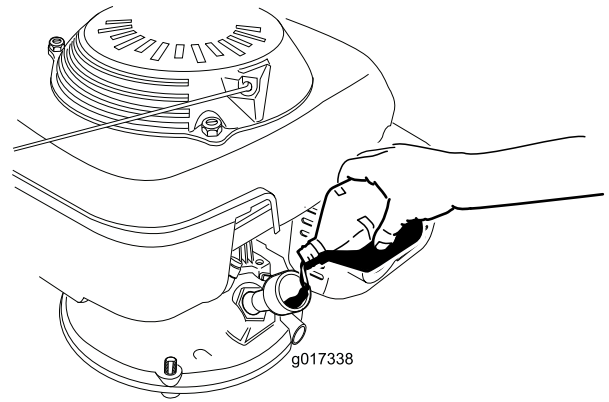

図 8
3. オイル補給管から、必要量の約 $\frac{3}{4}$ をエンジンに入れる 図 8。